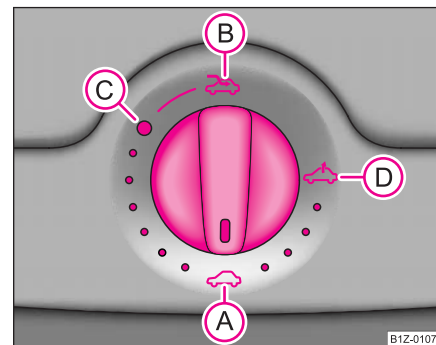

Fig. 38 Conmutador giratorio para el techo corredizo/elevable eléctrico
El techo corredizo/elevable se maneja con el conmutador giratorio ⇒ fig. 38 y sólo funciona estando conectado el encendido. El conmutador giratorio tiene varias posiciones de enclavamiento.
- Gire el conmutador a la posición **(C)** ⇒ página 61, fig. 38.
- Gire el conmutador a la posición **(A)** ⇒ página 61, fig. 38.
El techo corredizo/elevable está equipado con una protección contra sobrecarga. Si un obstáculo (p. ej., hielo) impide el cierre, el techo corredizo/elevable se parará y se abrirá completamente. El techo corredizo/elevable lo podrá cerrar del todo si presiona el conmutador en la posición **(A)** ⇒ página 61, fig. 38 delante hasta que el techo corredizo/elevable esté completamente cerrado ⇒ .
⇒ página 61, fig. 38 durante unos 10 segundos. ■